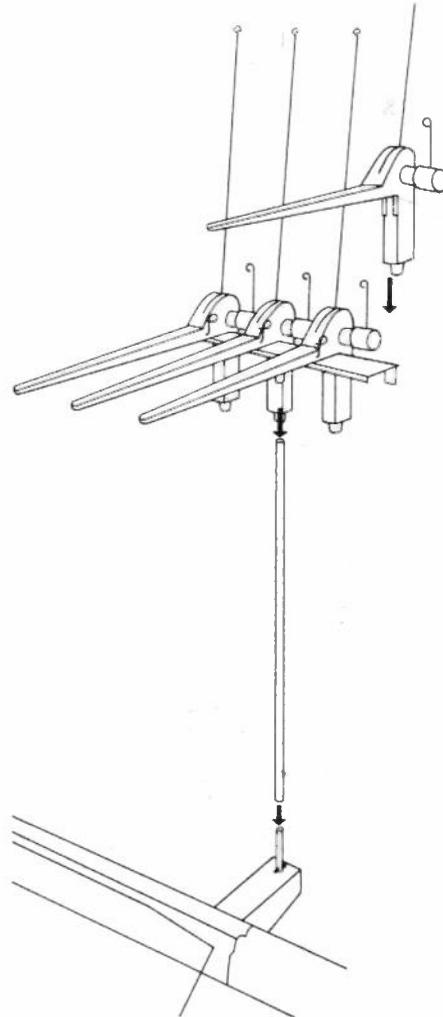

Fig. 18
8. Fadenzuführung montieren, Fig. 18